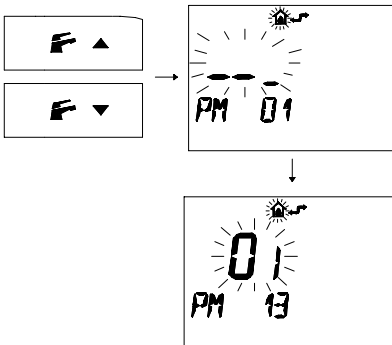

fig. 5.42
- 3 Premere i pulsanti **F**▲ o **F**▼ per visualizzare la programmazione "PM 13" modo pompa (fig. 5.42)